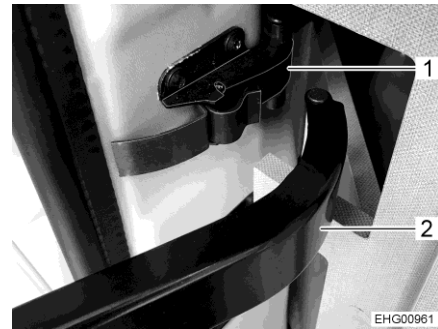

Fig. 16 Leva di delimitazione (Delfin C)
- Sganciare la leva di delimitazione (Fig. 16,2) dal supporto (Fig. 16,1) sulla porta.